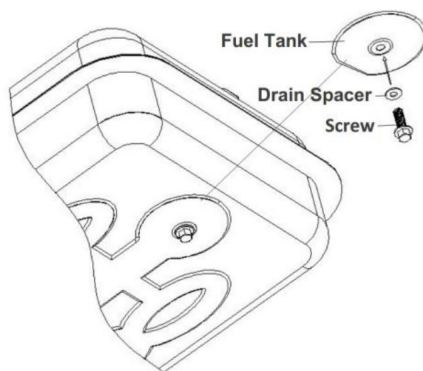

Fig.6 Retrait du bouchon de vidange . Réglage de la pression de la pompe
2. Pour retirer le bouchon de vidange (DG-K100). Tirez la poignée de la fiche vers le bas et retirez la tête d'étanchéité du réservoir du trou de vidange (voir Fig.6).